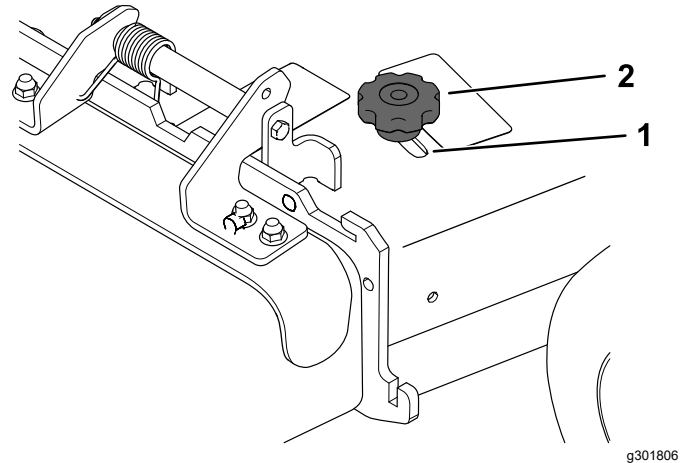

Bild 23
3. Lösen Sie das Handrad, um das Ablenkblech einzustellen (Bild 23).